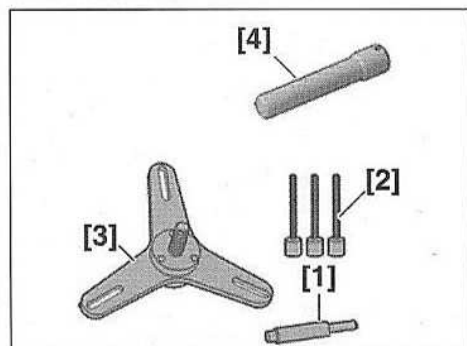

FIG.1
- [1]. Mandrin de centrage d'embrayage (référence : 0217-C6Z) (Fig.1)